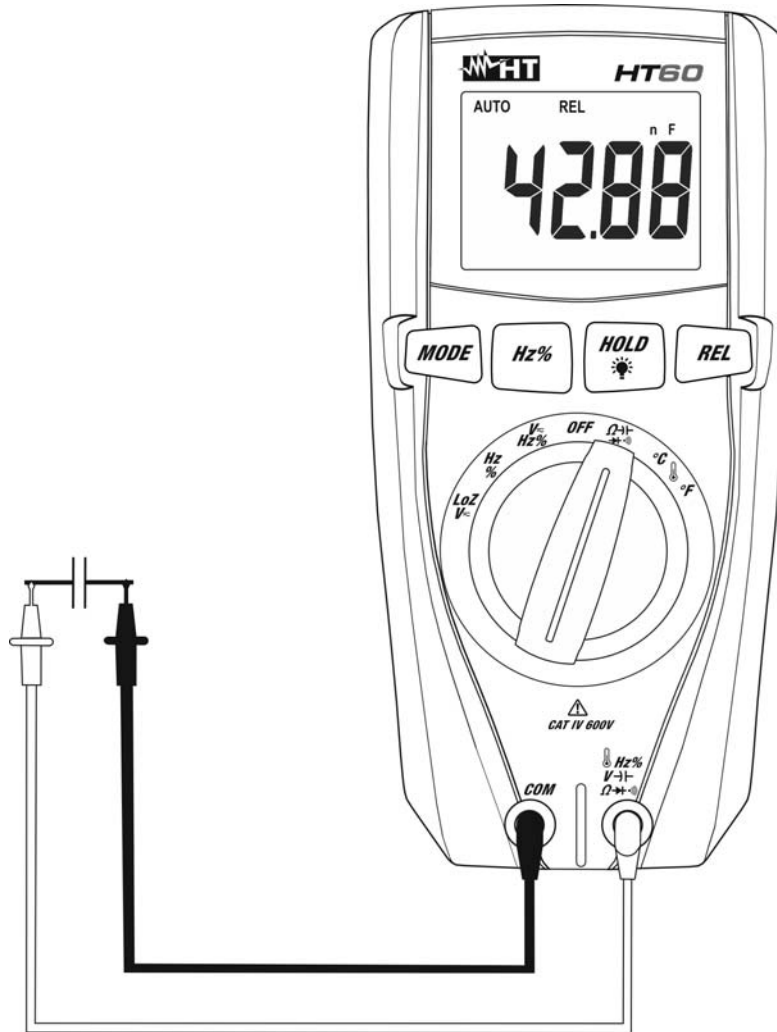

Fig. 8: Mesure de Capacité
5. Positionner les embouts aux extrémités du condensateur sous test en respectant, éventuellement, les polarités positives (câble rouge) et négatives (câble noir) (voir Fig. 8). La valeur de capacité sera affichée à l'écran.